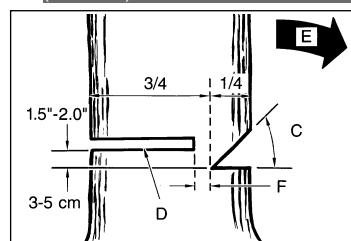

Рис. 11B
**ОСНОВНЫЕ РЕКОМЕНДАЦИИ ПО ВАЛКЕ ДЕРЕВЬЕВ:** Обычно валка состоит из 2 основных операций: пропил зарубки (C) и валочного распила (D). Сначала сделайте распил в верхней части зарубки (C) на той стороне дерева, в которую предполагается его валить (E). Будьте внимательны! Нижний пропил зарубки в стволе не должен быть слишком глубоким. Зарубка (C) должна быть достаточно глубокой, чтобы можно было сформировать довольно крепкий и широкий штырь (F). Зарубка должна быть достаточно широкой, чтобы как можно дольше контролировать падение дерева в нужном направлении.
**ПРЕДУПРЕЖДЕНИЕ:** Не стойте у дерева с той стороны, на которой сделана зарубка. Сделайте валочный распил (D) на противоположной стороне дерева на 3-5 см выше плоскости направляющего распила (C) (Рис. 11B).